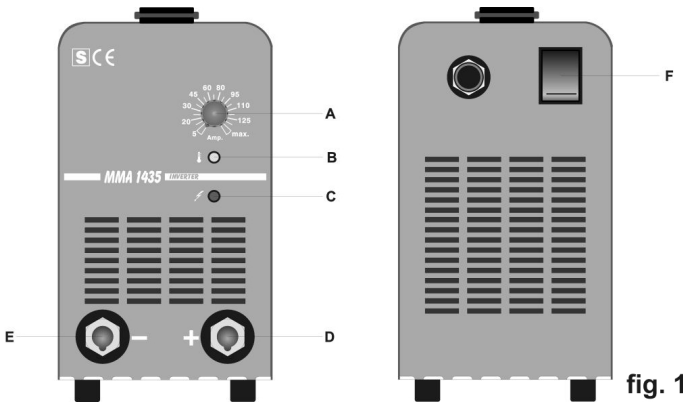

fig. 1
- Accendere la macchina mediante l'interruttore F (fig. 1).